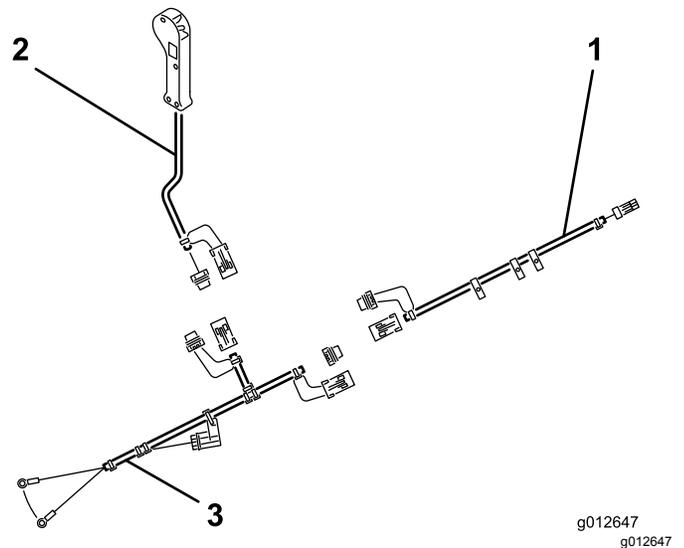

Рисунок 8
1. Вставьте разъем жгута проводов пескователя в разъем электромагнитного клапана на машине (Рисунок 8).